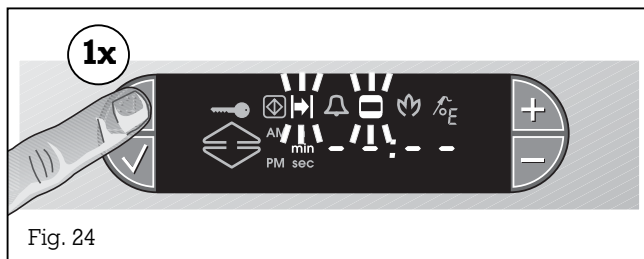

Fig. 24
- Premete una volta il tasto  (Orologio). Sul display lampeggiano i simboli  (Durata) e  (Tempo di cottura), inoltre appaiono dei trattini (significa che non è programmato nessun valore) (Fig. 24).